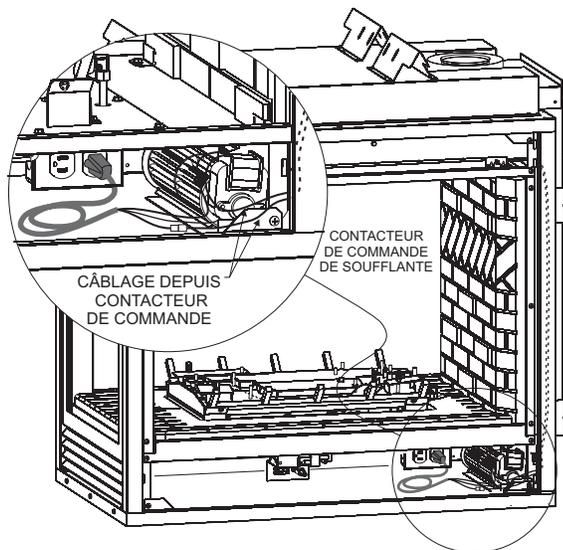

Figure 71
Pour poser installer la soufflante ou accéder à la boîte de jonction, déposer la grille du bas, comme représenté sur la Figure 71.
4. Introduire la soufflante à l'intérieur, sur le fond du foyer. Remarque : Sur les modèles en péninsule, la soufflante doit être posée du même côté que le panneau de briques. Placer la soufflante de manière à aligner l'encoche au dos de la soufflante avec la vis centrale sur le panneau latéral/d'extrémité, puis pousser la soufflante contre le panneau extérieur du foyer. La turbine de soufflante doit être centrée sur la paroi latérale/d'extrémité du foyer. Les aimants à l'arrière et sur le dessous de la soufflante suffisent à tenir la soufflante en place. Voir Figure 71.
6. Trouver ensuite le câblage de commande de la soufflante. Tirer les fils depuis le dessus du foyer. Les fils de commande de la soufflante glissent vers le bas entre le foyer et son enveloppe extérieure, près de la soufflante. Voir Figure 71. Raccorder les deux connecteurs de fil de 3/16 po au contacteur de commande comme sur la Figure 72. Raccorder les fils à la soufflante aux points « A » et « B » représentés sur la Figure 75 à la page 60.